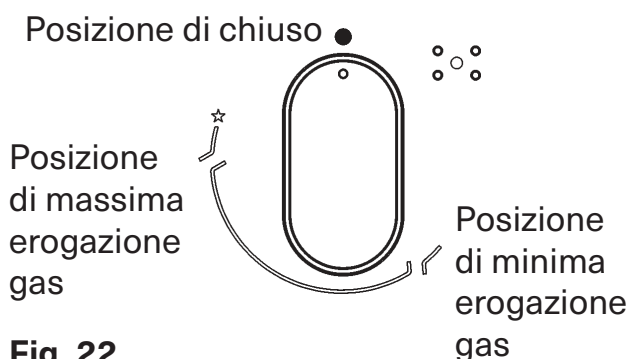

Fig. 22
Premere e ruotare in senso antiorario la manopola corrispondente al bruciatore da usarsi, portarla sulla posizione di "Massimo" (fiamma grande fig. 22) quindi premere la manopola a fondo.
Con i bruciatori dotati di termocoppia di sicurezza, si deve ruotare in senso antiorario la manopola corrispondente al bruciatore da usarsi, portarla sulla posizione di "Massimo" (fiamma grande fig. 22) sino ad avvertire un piccolo fermo quindi premere la manopola. Ad accensione avvenuta mantenere premuta la manopola per circa 10 secondi.
- Quando si è giunti all'ebollizione portare la manopola in posizione di "Minimo" (fiamma piccola fig. 22).
- L'accensione dei bruciatori con termocoppie di sicurezza può avvenire solamente quando la manopola è sulla posizione di Massimo (fig. 22).